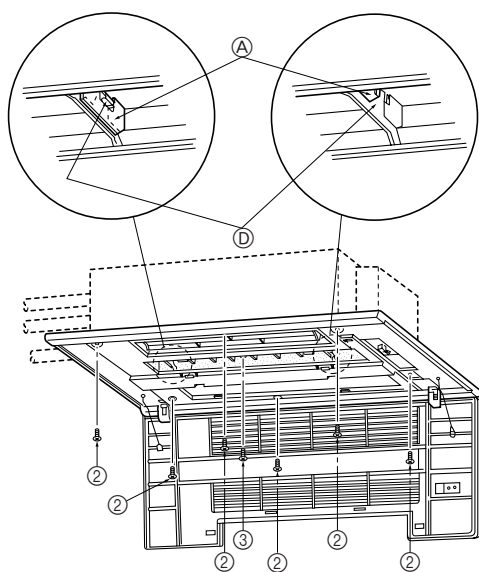
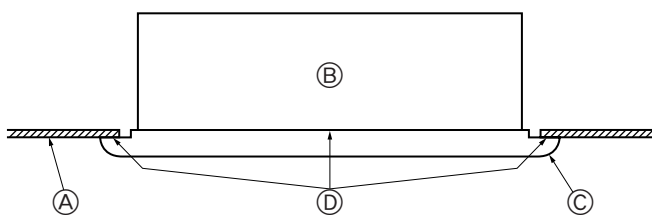

Fig. 5-5
Fig. 5-6
- Ajuste o painel dianteiro de modo a que este encaixe devidamente entre o tecto e o muro, monte os parafusos de segurança ② (fornecido com esta grelha) nas quatro posições à esquerda e à direita, deixe os parafusos ligeiramente soltos. (Fig. 5-5)
- A seguir aperte os parafusos de fixação ② e fixe os parafusos ③ nos três lugares centrais.
- Finalmente aperte os parafusos de fixação ② nos quatro lugares à esquerda e à direita.
- Neste momento, certifique-se de que não existem folgas entre a unidade interna e o painel dianteiro, e entre o painel dianteiro e a superfície do tecto. Se existirem folgas, o vento pode entrar o que pode fazer com que comece água a pingar (Fig. 5-6).
- * Aperte completamente os parafusos de fixação ② e os parafusos de fixação ③.